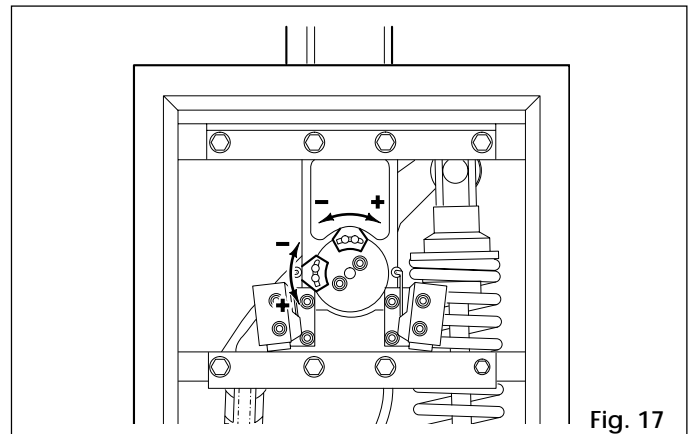

Fig. 17
- 2) Regular las levas del final de carrera aflojando los dos tornillos Allen como ilustra la fig. 17. Para aumentar el ángulo de deceleración, acercar la leva al respectivo final de carrera. Para disminuir el ángulo de deceleración, alejar la leva del respectivo final de carrera.